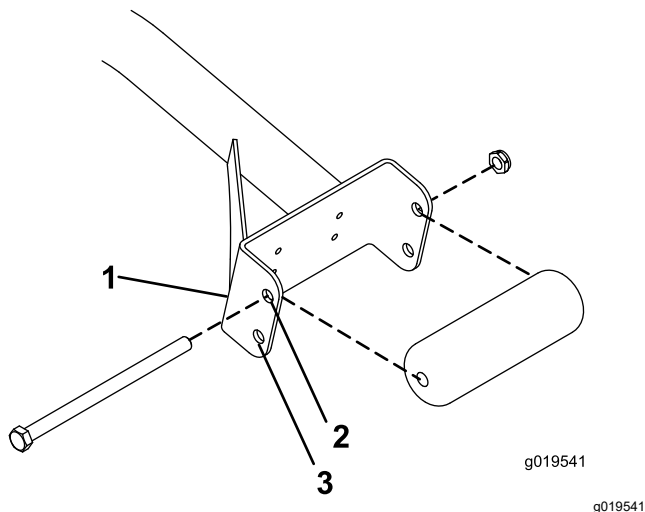

Bild 3
- Montieren Sie die Rollen für 69-cm-Schneideinheiten in den oberen Befestigungslöchern der Stützkanäle (Bild 3).
- Montieren Sie die Rollen für 81-cm-Schneideinheiten in den unteren Befestigungslöchern der Stützkanäle (Bild 3).